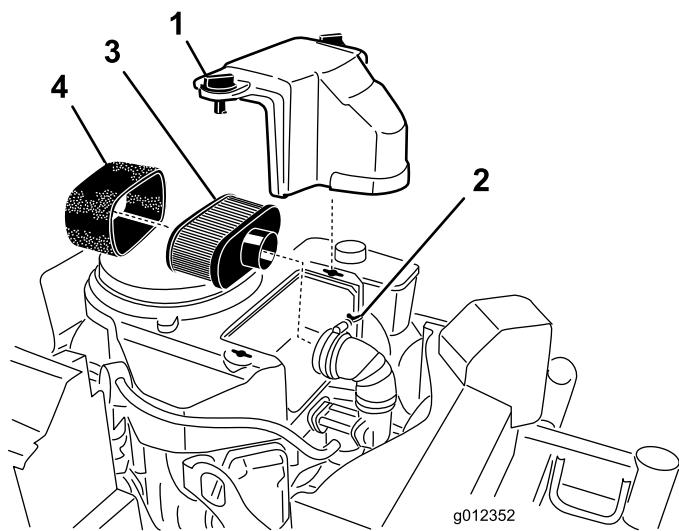

Figura 41
3. Limpie alrededor del limpiador de aire de forma que la suciedad no penetre en el motor y cause daños (Figura 41).
4. Desenrosque los pomos de la cubierta y retire la cubierta del limpiador de aire (Figura 41).
5. Desenrosque la abrazadera y retire el conjunto del limpiador de aire (Figura 41).
6. Retire cuidadosamente el filtro de gomaespuma del filtro de papel (Figura 41).
1. No limpie el filtro de papel, cámbielo (Figura 41).
1. Deslice cuidadosamente el filtro de gomaespuma sobre el filtro de papel (Figura 41).
2. Coloque el conjunto del limpiador de aire sobre su base o manguera y sujetelo con la abrazadera (Figura 41).
3. Coloque en su posición la cubierta del limpiador de aire y apriete el pomo de la cubierta (Figura 41).